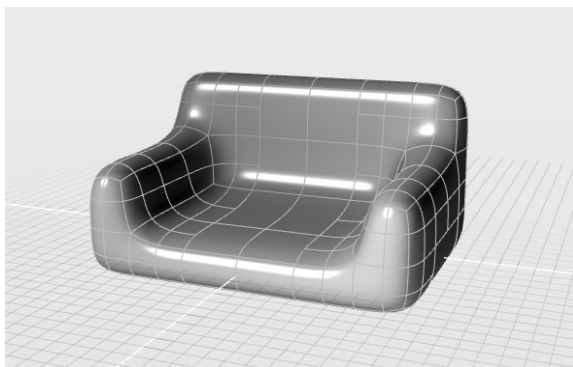

图 7-14 转换为曲面进行观察
12) 勾选控制面板中的“Nurbify”复选框，查看此时的曲面造型，如图 7-14 所示。